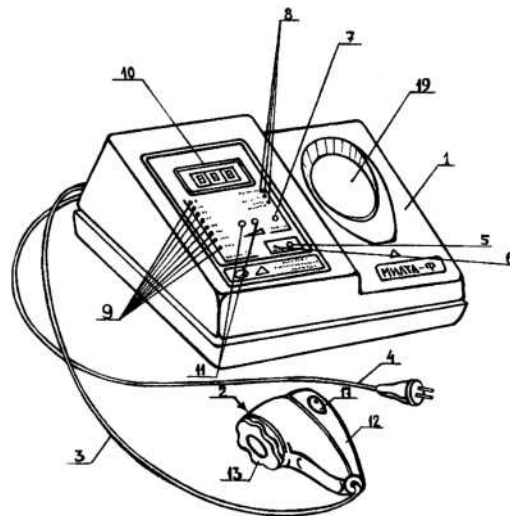
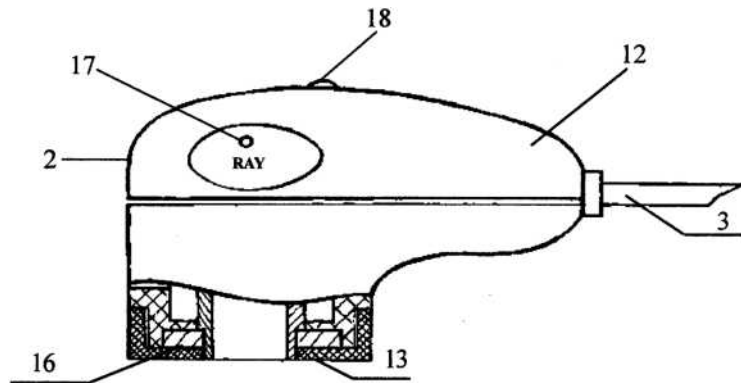

Рис. 1. Общий вид аппарата.
Рис. 3. Терминал аппарата.
- 5.1.3. Терминал 2 (рис. 1, 3) - часть аппарата, посредством которой осуществляется запуск лазера и светодиодов, производится непосредственное физиотерапевтическое воздействие на пациента. Терминал состоит из корпуса 12 и гайки 13. Внутри корпуса терминала размещены постоянный кольцевой магнит 16, фиксируемый гайкой 13, и насадка, содержащая лазер, четыре светодиода и два фотодиода (см. рис. 5а). На корпусе терминала размещена кнопка РАУ (ПУСК) 17 для запуска лазера и четырех светодиодов. Ложе 19 терминала на лицевой панели пульта питания является отражателем для ИК-излучения. При размещении терминала в ложе кольцевой магнит притягивается к магнитной подложке, что приводит к фиксации и удержанию терминала в ложе аппарата. Конструкция терминала позволяет подсоединять к нему световодные насадки с помощью переходной втулки, которая крепится гайкой 13. Световодные насадки крепятся к втулке с помощью резьбового соединения.
5. 2.2. Включение и выключение аппарата производится кнопкой «СЕТЬ» 5 на лицевой панели пульта питания (рис. 1, 2). **Для включения аппарата необходимо удерживать кнопку «СЕТЬ» нажатой 2—3 секунды.** При включении аппарата возникает звуковой сигнал, который длится не менее 0, 5 сек. При этом для контроля работоспособности загораются все индикаторные светодиоды аппарата.
5. 2.4. Частота повторения импульсов лазерного излучения устанавливается в режиме «ЧАСТОТА» кнопками 11 (рис. 1, 2). На выбранную частоту указывает один из девяти индикаторных диодов 9 (0 — излучение отсутствует, 5, 10, 50, 80, 150, 600, 1500, 5000 Гц).
5. 2.5. Длительность экспозиции (процедуры) устанавливается в режиме «ВРЕМЯ» по показаниям цифрового табло кнопками 11 (рис. 1, 2) в пределах 0, 25 -15 мин.
5. 2.6. Запуск лазерного и светодиодного излучений в соответствии с установленными параметрами времени экспозиции и частоты повторения импульсов лазерного излучения осуществляется нажатием кнопки РАУ (ПУСК) 17 на терминале 2 (рис. 3). **Для запуска излучателей необходимо удерживать кнопку «ПУСК» нажатой 2—3 секунды.** Свечение (постоянное или мигающее) индикаторного светодиода 18 (рис. 3) свидетельствует о работе лазера, а цифры на табло 10 (рис. 1, 2) свидетельствуют о работе светодиодов в режиме излучения.
5.2.7. Изменение суммарной мощности ИК-излучения светодиодов осуществляется кнопками 11 (рис. 1, 2) после запуска лазерного и светодиодного излучений в режиме «УРОВЕНЬ МОЩНОСТИ» *при размещении терминала в ложе аппарата*. При этом цифры на табло соответствуют значению суммарной мощности ИК-излучения.
7.5. Включите аппарат кнопкой 5 (удерживая ее нажатой 2—3 с), при этом кратковременно должны засветиться все индикаторные светодиоды прибора, кроме диода включения лазера 18 (рис. 3).